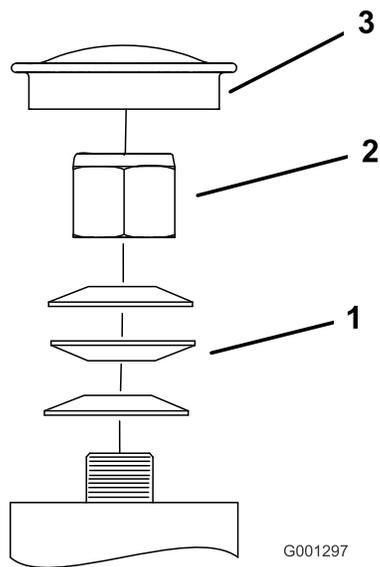

Figura 59
- Retire o tampão antipoeira da roda e aperte a porca de freio (Figura 59).
- Aperte a porca de freio até que as anilhas de mola estejam planas e, em seguida, recue 1/4 de volta para aplicar devidamente a pré-carga nos rolamentos (Figura 59).
**Importante:** Certifique-se de que as anilhas de mola estão correctamente montadas como apresentado em Figura 59.
- Instale o tampão antipoeira (Figura 59).